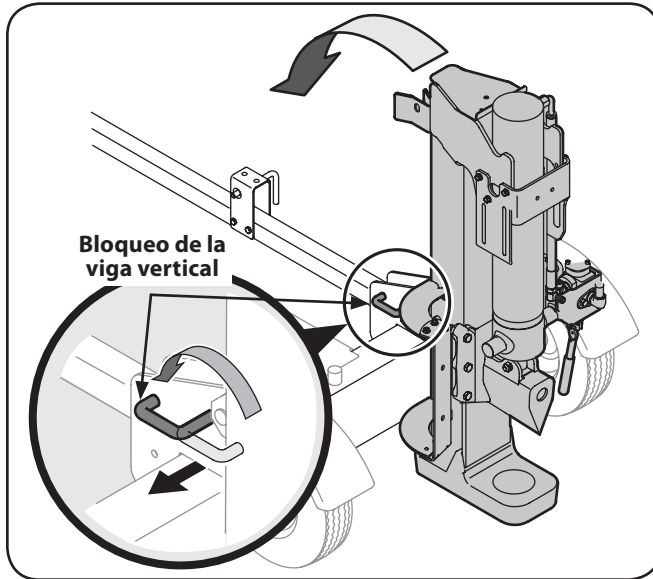

Figura 3-3
12. Tire hacia afuera del bloqueo de vigaeta vertical, rótelo hacia atrás y gire la vigaeta a la posición horizontal hasta que quede trabada, asegurándose de evitar los posibles puntos de apriete. Vea la Figura 3-3.